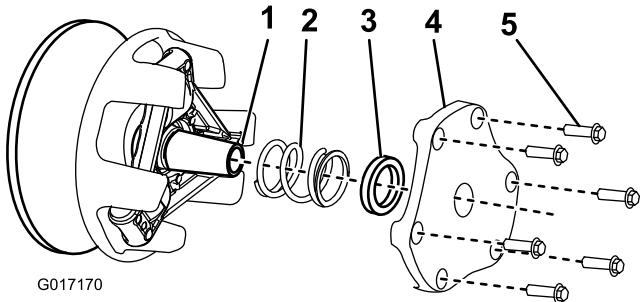

Figura 51
4. Riponete il carter, il distanziale e la molla (Figura 51).